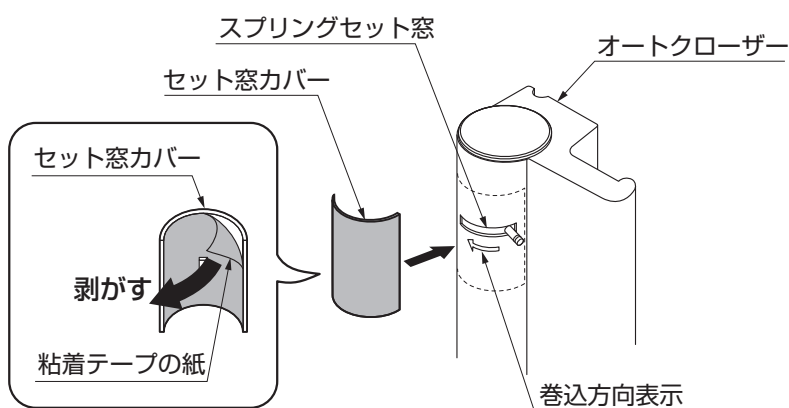
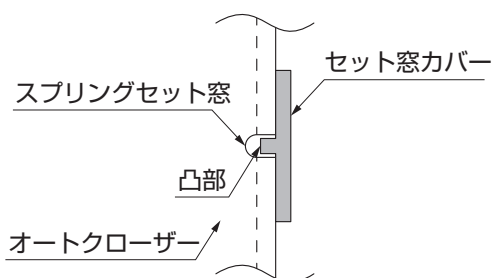

図5-4
図5-5
⑥セット窓カバーを粘着テープの紙を剥がして、スプリングセット窓に取付けてください。このとき、セット窓カバーの裏にある凸部がスプリングセット窓に収まるように取付けてください。(図5-4、図5-5参照)